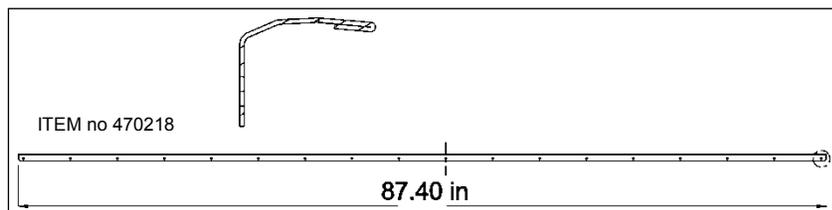

FIGURE 19 : LARMIER DU HAUT - SÉRIE H3
1. Identifier les larmiers no 470218 et no 470219 (FIGURE 19 & FIGURE 20).